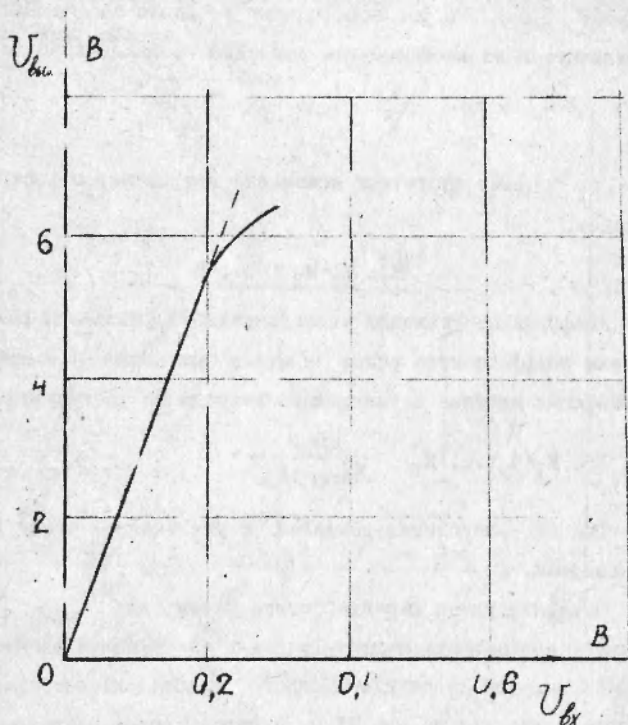

Рис. II.3. Амплитудная характеристика двухкаскадного РС - усилителя
5. Амплитудная характеристика усилителя $U_{вых} = f(U_{вх})$ выражает зависимость амплитуды (или действующего значения) выходного сигнала от амплитуды входного. Типовая амплитудная характеристика приведена на рис. II.3. В определенном диапазоне изменения входного сигнала зависимость $U_{вых} = f(U_{вх})$ представляет собой прямую линию, тангенс угла наклона которой определяется величиной коэффициента усиления.